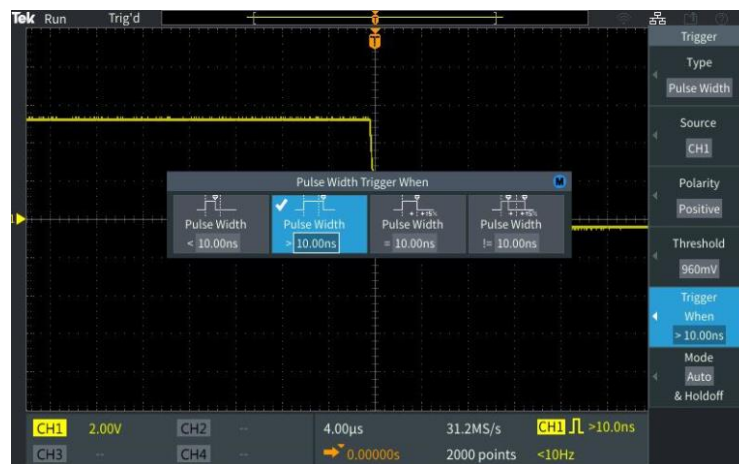

图 7. 设置脉宽触发参数
8. 按下 **Trigger When**, 使用多功能旋钮选择 **Pulse Width >**. 改变脉宽到 > 10ns. 因为实际波形脉宽远大于10 ns, 信号从而被触发 (图 7).